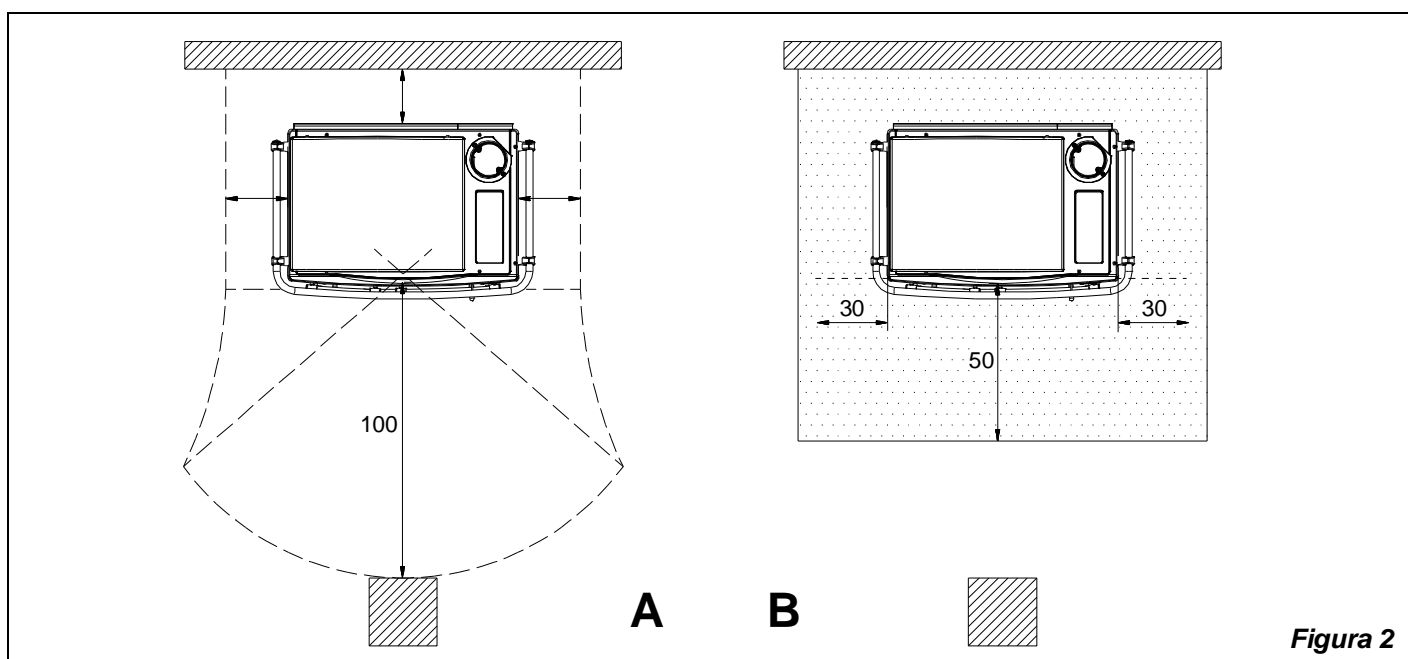

Figura 2
- Al fine di assicurare un sufficiente isolamento termico, rispettare la distanza minima di sicurezza dal retro e da entrambi i lati da elementi costruttivi ed oggetti infiammabili e sensibili al calore (mobili, rivestimenti di legno, stoffe ecc.) (vedi Figura 2 - A). **Tutte le distanze minime di sicurezza sono indicate sulla targhetta tecnica del prodotto e NON si deve scendere al di sotto dei valori indicati.**
- qualora la cucina venga installata su un pavimento di materiale infiammabile, bisogna prevedere un sottofondo ignifugo, per esempio una pedana d'acciaio (dimensioni secondo l'ordinamento regionale). Il rivestimento deve sporgere frontalmente di almeno **50 cm** e lateralmente di almeno **30 cm** oltre all'apertura della porta di carico (Figura 2 pos. B).